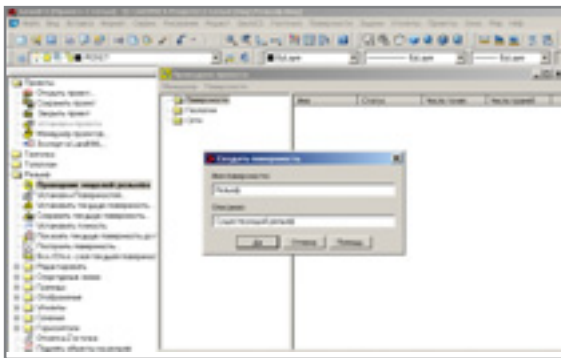

Рис. 7
8. Создаем в нашем проекте модель поверхности с именем "Рельеф". Для этого выбираем в Панели навигатора команду *Проводник моделей рельефа* и в открывшемся окне *Проводник проекта* указываем *Создать поверхность* (соответствующее контекстное меню появится при нажатии правой клавиши на папке *Поверхности*). Имя поверхности задается в окне *Создать поверхность* (рис. 7).